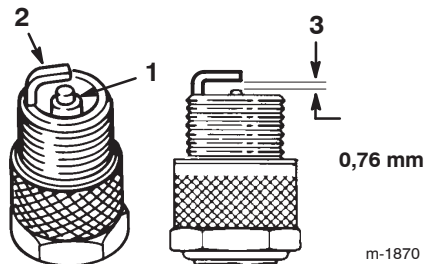

Bild 19
1. Sehen Sie sich die Mitte der Zündkerze an (Bild 19). Wenn der Kerzenstein hellbraun oder grau ist, ist der Motor richtig eingestellt. Eine schwarze Schicht am Kerzenstein weist normalerweise auf einen schmutzigen Luftfilter hin.
2. Prüfen Sie den Abstand zwischen den mittleren und seitlichen Elektroden (Bild 19). Verbiegen Sie die seitliche Elektrode (Bild 19), wenn der Abstand nicht stimmt.